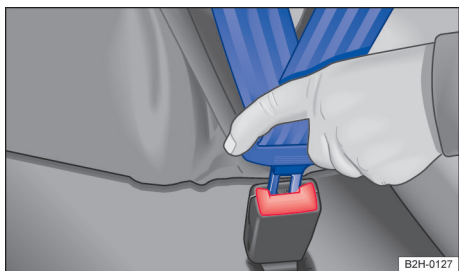

Fig. 27 Introduzir a lingueta do cinto de segurança no fecho do cinto de segurança.
- Introduzir a lingueta do cinto de segurança firmemente no fecho do cinto de segurança pertencente ao assento → Fig. 27.